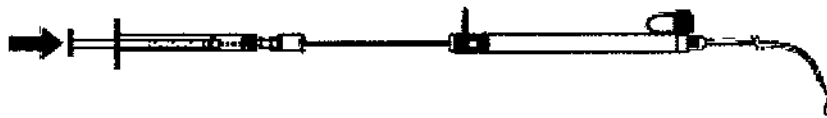

Fig. 3
5. Utilice la jeringa de 1 ml para lavar la luz para la guía del sistema de implantación del stent con solución salina a través del conector. (Fig. 3)